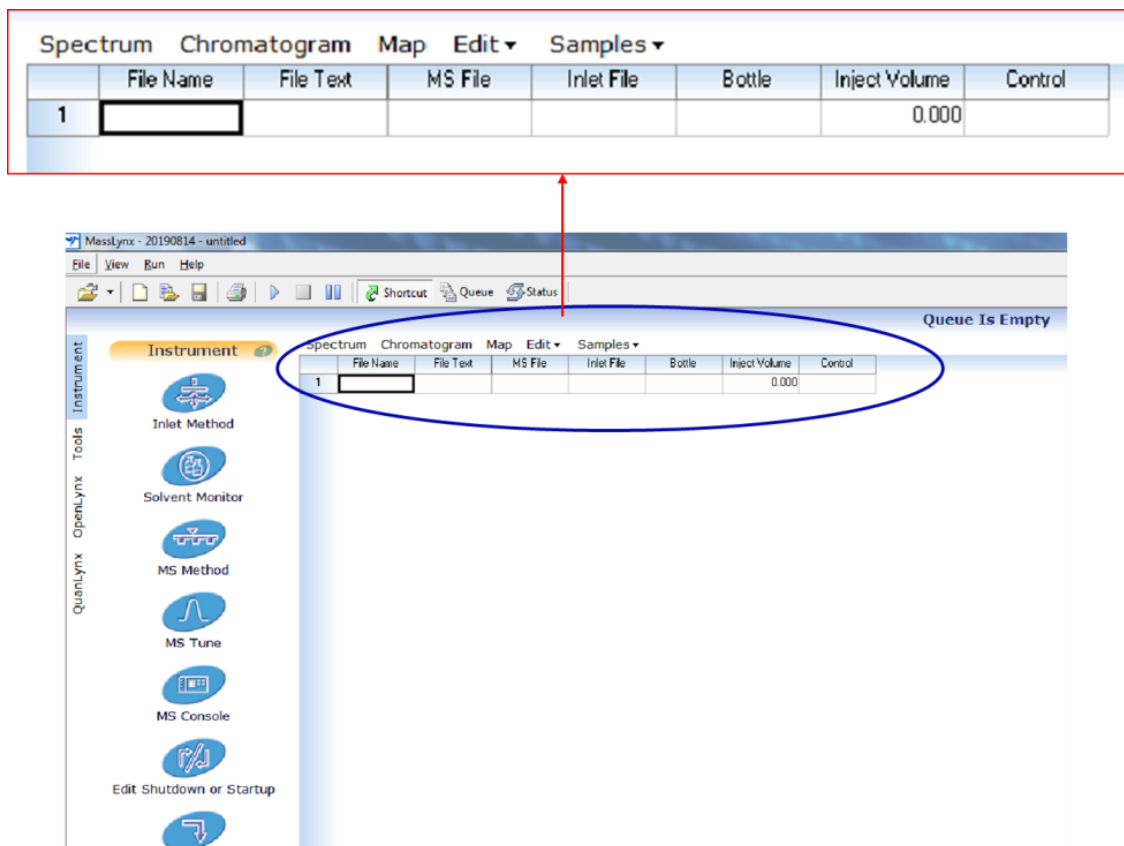

图 6-22
Step1. 回到 Masslynx 主界面, 打开个人进样列表或者新建进样列表 (图 6-22)。进样列表每一行序列共包含: 序列编号, File name, File text, MS File, Inlet File, Bottle, Inject volume 和 Control 共 8 列。选择序列-右键-Add, 可在当前基础上增加数个序列
- ① File name: 必填项, 文件名称, 即某一样品测试所有结果的总文件命。
- ② File text: 选填项, 可输入样品名称或编号等信息;
- ③ MS File: 必填项, 质谱方法文件;
- ④ Inlet File: 必填项, 色谱方法文件;
- ⑤ Bottle: 必填项, 样品瓶位置;
- ⑥ Inject Volume: 必填项, 注入体积;
⑦ Control: 选填项。
Step1. 如图 6-22, 在 Masslynx 操作界面主页, 选中 File name 下方空格, 双击至显示光标, 即可输入文件名。